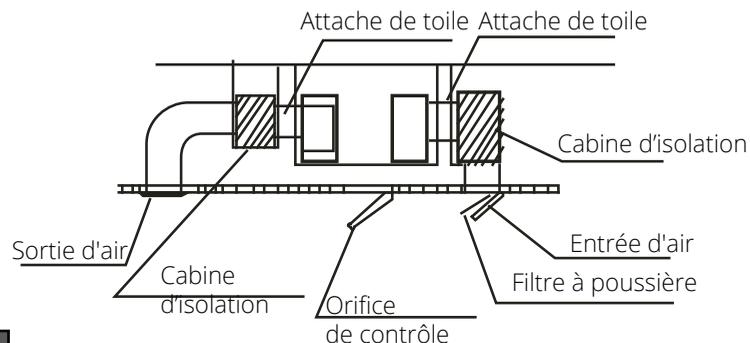

Fig.4.1
4. Voir **Fig 4.1** pour le raccordement recommandé.